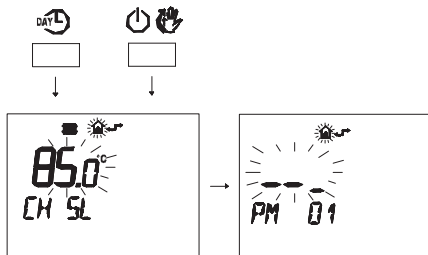

Figura 5.39
- Pulse simultáneamente los botones **DAY** y **ON** para entrar en la modalidad de programación transparente (Figura 5.39).